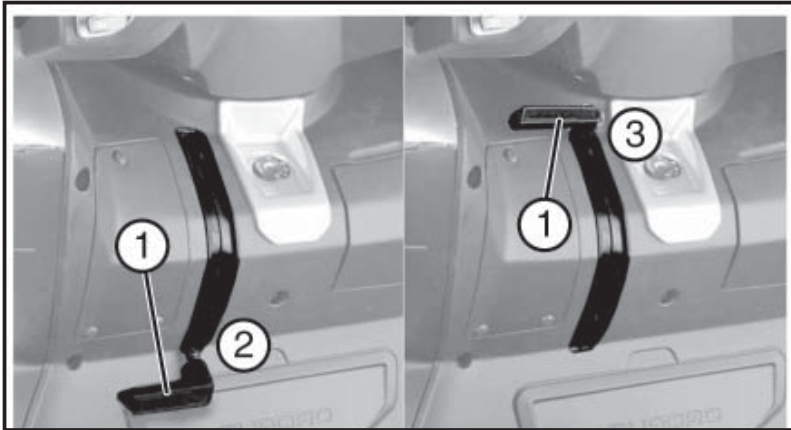

Abb. 01
- Das Fahrzeug mit vom Boden abgehobenem Hinterrad auf den Mittelständer stellen und den Hebel der Feststellbremse lösen «**1 - Abb. 01**», indem er von Position «**2 - Abb. 01**», in Position «**3 - Abb. 01**» gestellt wird.